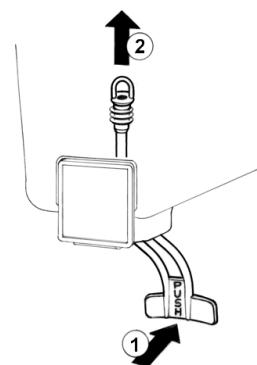

figura 4
- 5 **Rubinetto a gommino:** premere (1) la leva comando rubinetto e sfilare (2) il gommino dal foro d'uscita del contenitore (vedere figura 4).